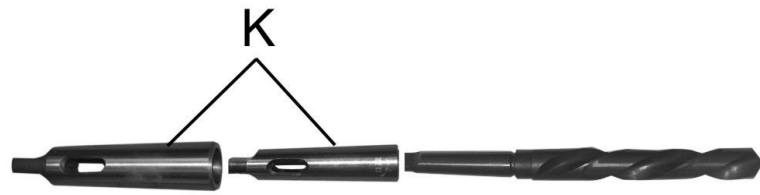
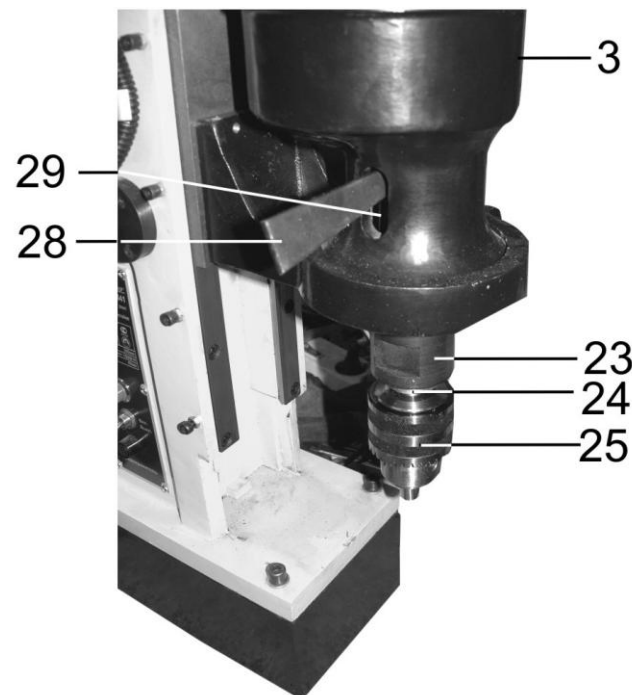

Рис. 3
Рис. 5
При необходимости установите на станок сверло с коническим хвостовиком непосредственно в шпиндель или через один из адаптеров (К), Рис. 1, как показано на Рис. 3
9.1.5. Для снятия сверлильного патрона (25) из шпинделя (23) используется клин (28), Рис. 5.
Для этого отсоедините станок от источника электрического тока и совместите вращением шпинделя (23), Рис. 5, паз в шпинделе с пазом (29), Рис. 5, на сверлильной головке (3).
Вставьте в паз (29) клин (28), как показано на Рис. 5, и легкими ударами по клину (28) выталкивайте дорн (24) вместе со сверлильным патроном (25) из шпинделя (23), Рис. 5.
Извлечение из шпинделя (23), Рис. 5, сверла с коническим хвостовиком или адаптера (К), Рис. 3, производится аналогично извлечению сверлильного патрона (25) с дорном (24), Рис. 5. Вместо дорна (24) из шпинделя (23) с помощью клина (28), Рис. 5, извлекается сверло с коническим хвостовиком или адаптер (К), Рис. 3.